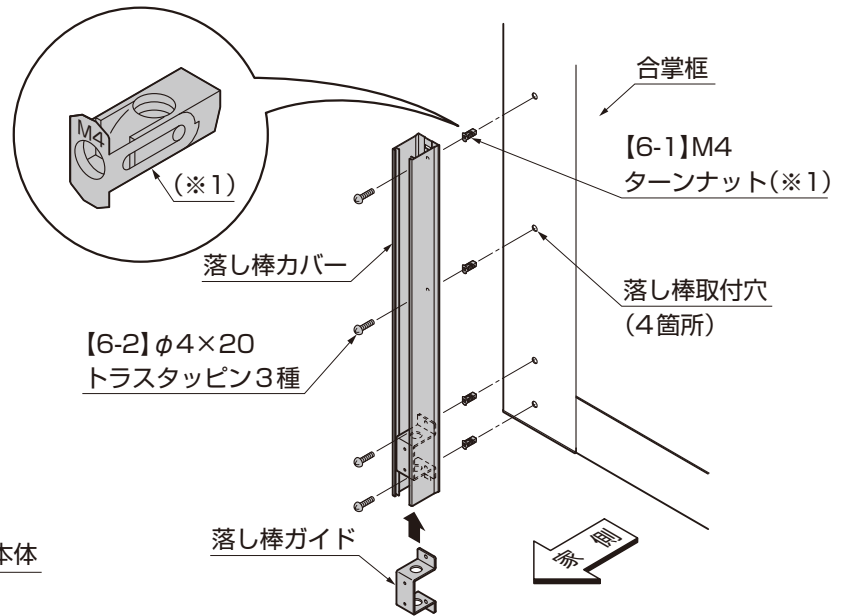

図 8-2
- ②合掌框の①で加工した穴に【6-1】(※1)を差込んでください。(図8-2参照)